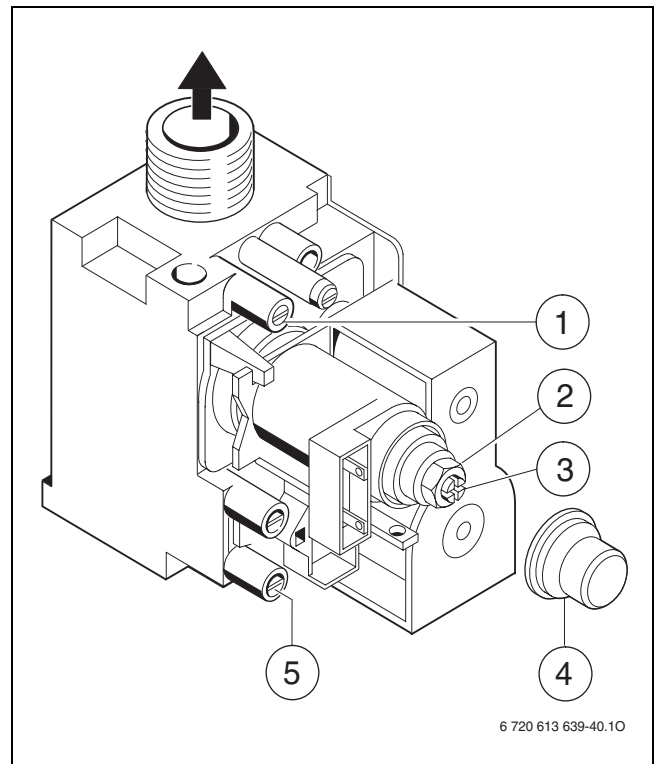

Fig. 32 Vană de gaz
- ▶ Desfaceți șurubul de etanșeitate la punctul de măsurare pentru presiunea înaintea duzei (→ fig. 32, [1]) și racordați manometrul cu tub U.
- ▶ Înlăturați capacul (→ fig. 32, [4]).
- ▶ Consultați tabelul de la pagina 55 pentru presiunea „maximă” înaintea duzei. Setați presiunea înaintea duzei din șurubul de reglaj pentru cantitatea maximă de gaze (→ fig. 32, [2]). Rotire spre dreapta - cantitate mai mare de gaze, rotire spre stânga - cantitate mai mică de gaze.
- ▶ Presiunea înaintea duzei indicată pentru „min” (mbar) se găsește în tabelul de la pagina 55. Setați presiunea dinaintea duzei din șurubul de reglaj pentru cantitatea minimă de gaze (→ fig. 32, [3]).
- ▶ Desfaceți presgarnitura de la orificiul de măsurare a presiunii de racord pentru gaz (→ fig. 32, [5]) și racordați aparatul de măsurat presiunea.